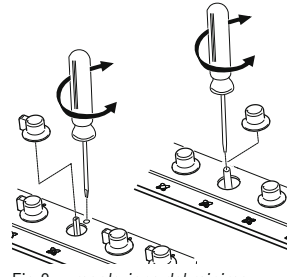

Fig.8: regolazione del minimo
2. Estrarre la manopola del rubinetto gas e agire sulla vite di regolazione [Fig.8] all'interno o a lato dell'astina del rubinetto (a seconda dei modelli), fino ad ottenere una fiamma minima regolare. In presenza di rubinetto gas a 2 vie [Fig. 12-13] vi sono 2 viti di regolazione del minimo.